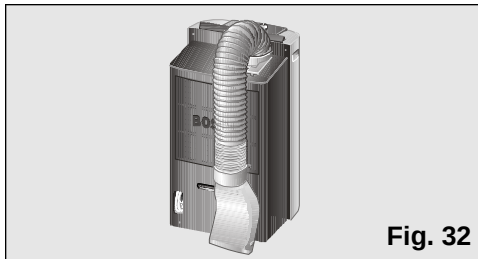

Fig. 32
- ☐ Dette gjøres ved å bøye slangen mot baksiden av anlegget og hake sprededysen på festet, Fig. 32 og 33.